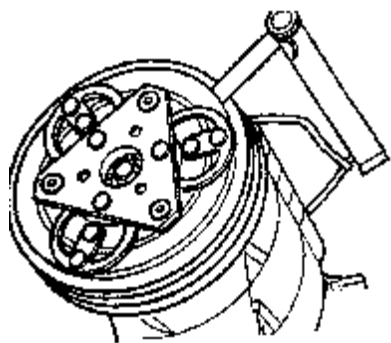

图 13-40 安装皮带盘
- ④装上皮带盘。如图 13-40 所示，用专用工具 V.A.G1719/2 和塑料榔头将皮带盘装上（敲上去）